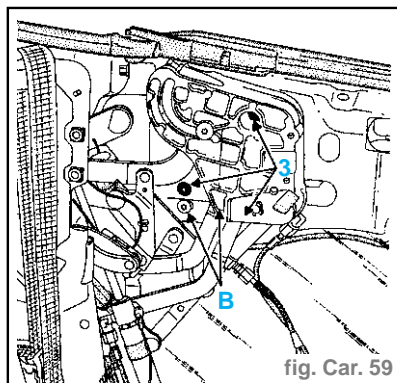

fig. Car. 59
- Déposer les vis (3) de fixation du palier principal. (fig. Car. 59)
**Nota :** Ne pas desserrer les vis (B) de fixation de la contre-plaque du palier principal (réglage de base). (fig. Car. 59)